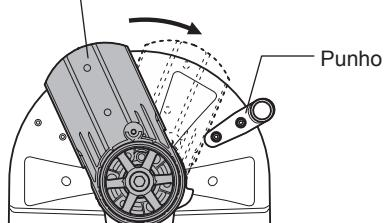

Fig. 4
- Gire o braço até entrar em contato com o punho e retorno com a mão o eixo da trava para a posição original. (Fig. 4)